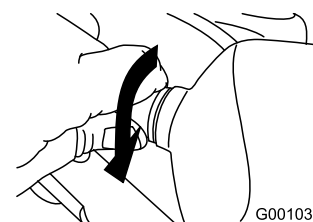

Figura 56
5. Girate in senso orario la base della lampadina, finché non è inserita perfettamente (Figura 56).